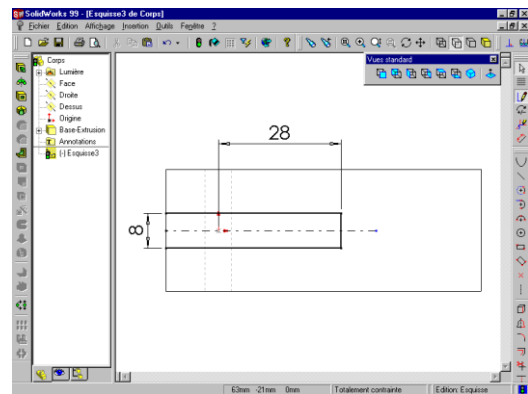

Figure e6
Ouvrir une esquisse pour dessiner l'esquisse de la figure e6.
-   Coter la rainure comme la figure e6.